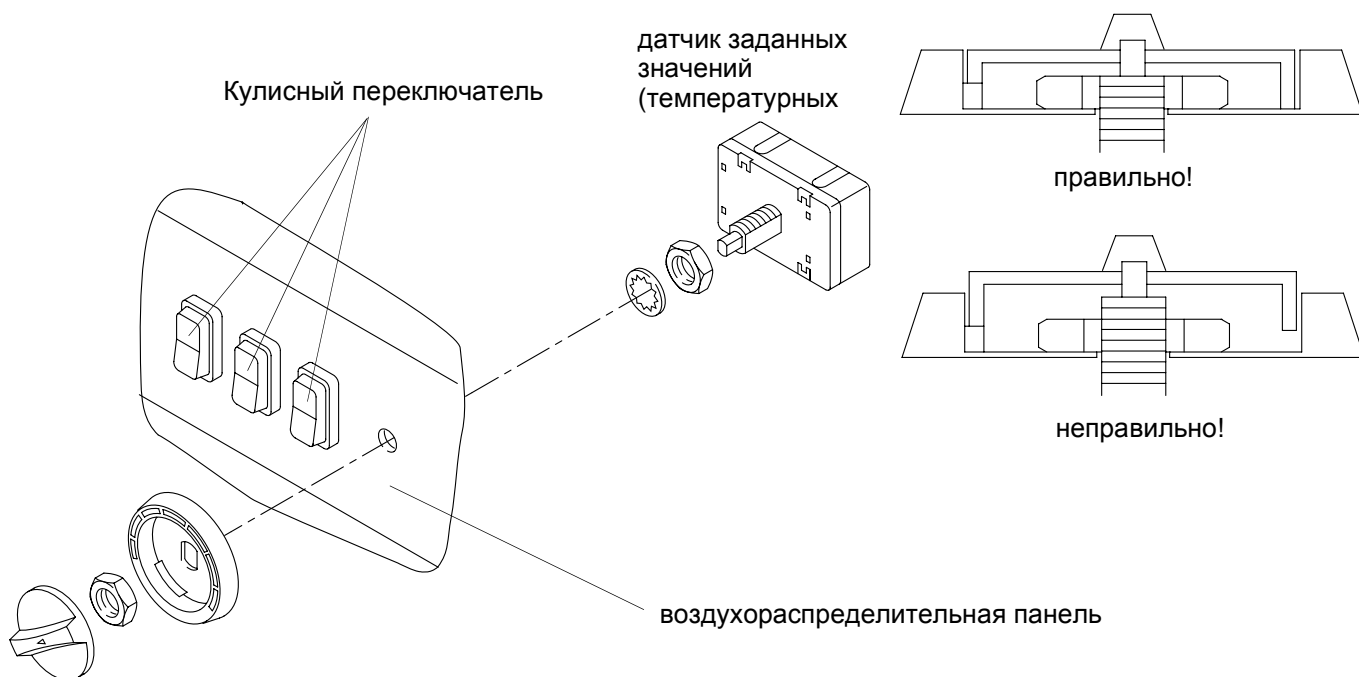

Рис. 409 Воздухораспределительная панель, предварительная сборка
1. Выключатели с качающимися клавишами вставляются в прямоугольные вырезы воздухораспределительной панели таким образом, чтобы они зафиксировались (см. Рис. 409).
2. Вставьте выключатель датчика заданных значений согласно Рис. 409 в отверстие воздухораспределительной панели.